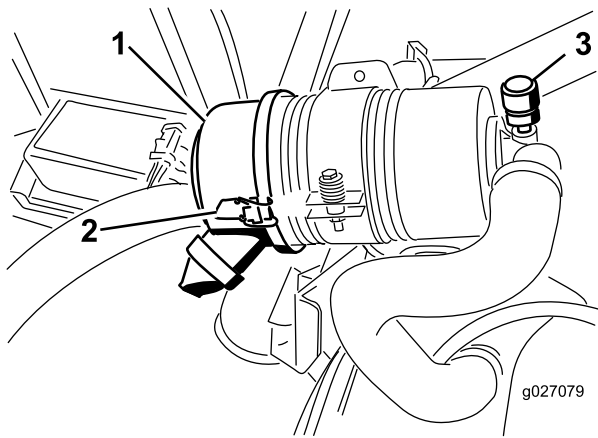

Figura 49
Revise el filtro del limpiador de aire únicamente cuando el indicador de mantenimiento lo requiera (Figura 49). El cambiar el filtro antes de que sea necesario sólo aumenta la posibilidad de que entre suciedad en el motor al retirar el filtro.
2. Abra los enganches que sujetan la tapa del limpiador de aire a la carcasa del limpiador de aire (Figura 49).